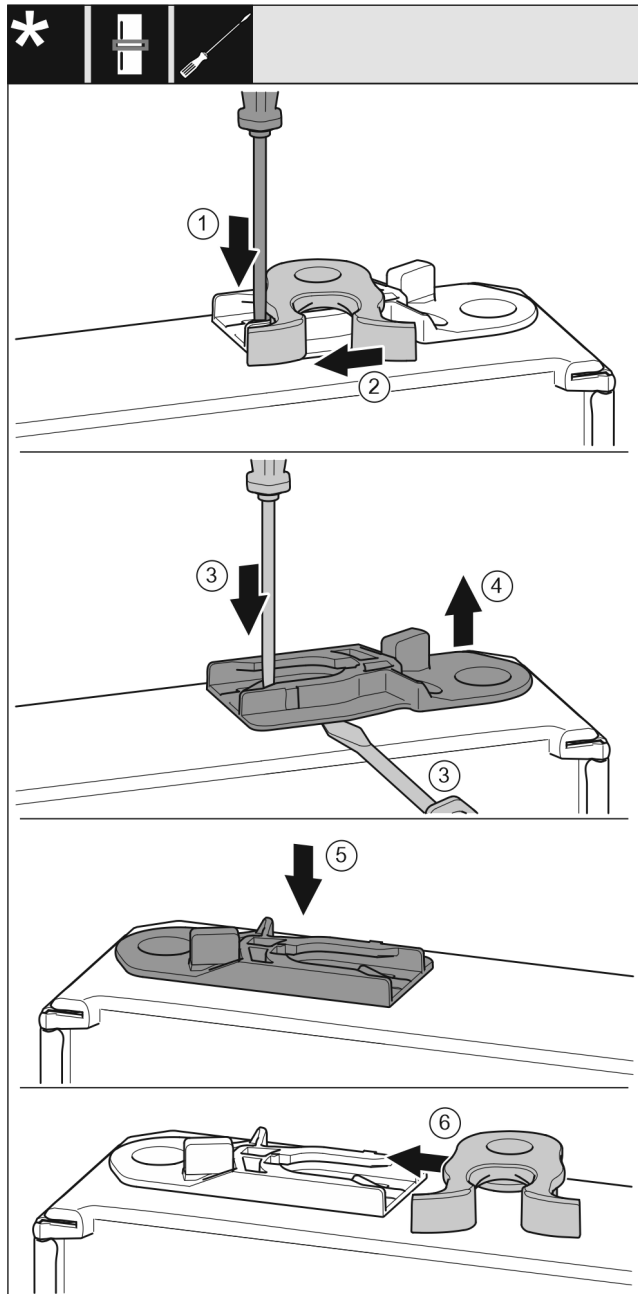

Fig. 20
- ▶ Plochým šroubovákem přitlačte lamelu Fig. 20 (1) dolů.
- ▶ Vytáhněte petlici Fig. 20 (2) z vedení.
- ▶ Vytáhněte vodící pouzdro Fig. 20 (3, 4): Stiskněte jazýček šroubovákem a současně plochým šroubovákem zajedte pod vodící pouzdro.
- ▶ Vodící pouzdro Fig. 20 (5) přiložené v příslušenství zasuňte na druhé straně pláště.
- ▶ Petlici Fig. 20 (6) zasuňte do vedení.